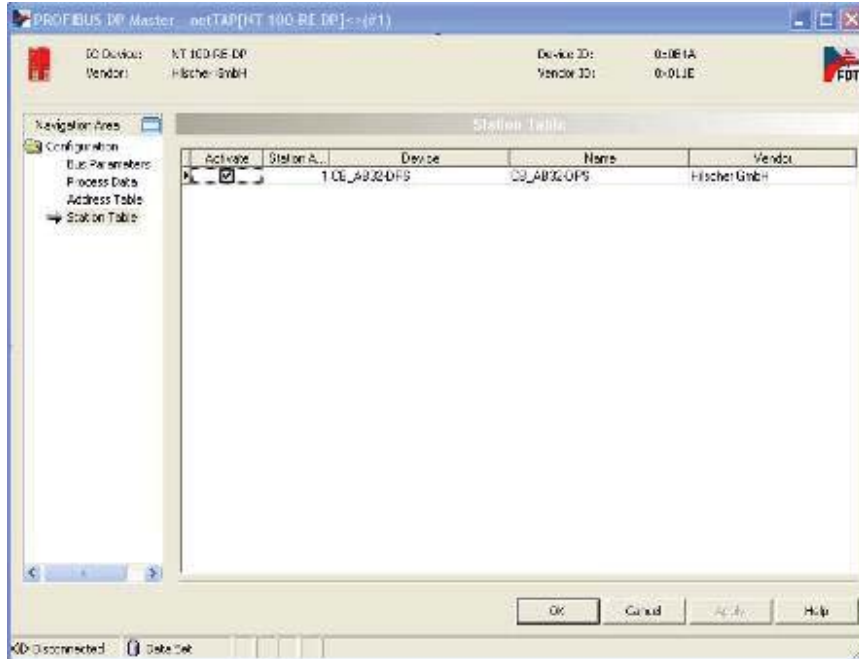

图 22
(22) 选择“Station Table”栏，可以修改从站地址，如图 22 所示：